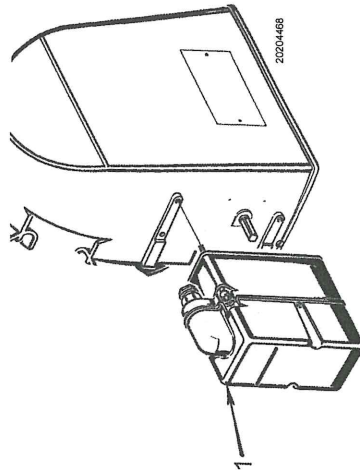

Fig. 1
- ▲ smontare meccanicamente il servomotore 1) rimuovendo le viti (Fig. 1).